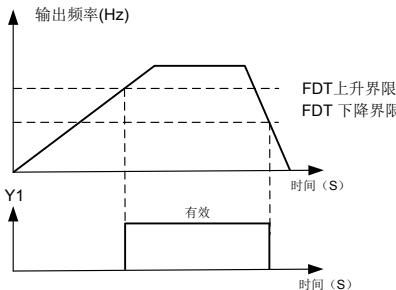

图 6-15 FDT 功能示意图
表 6-3 (1) 其对应示意图如图 6-15 (1)，表 6-3 (2) 其对应示意图如图 6-15 (2)。